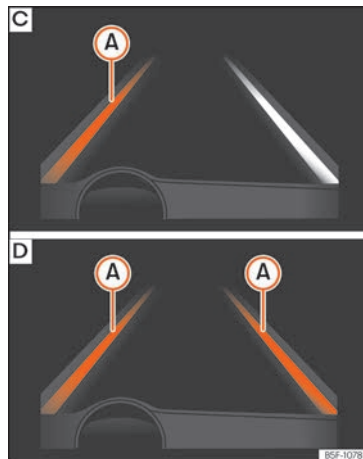

Fig. 268 En la pantalla del cuadro de instrumentos: indicación en la pantalla del sistema de aviso de salida del carril (ejemplo 2).
- El sistema está trabajando, la línea resaltada (A) indica que había riesgo de sobrepasar la línea de carril involuntariamente y está actuando sobre la dirección para corregir la trayectoria »» fig. 268 C.
- Las dos líneas resaltadas (A) se encienden a la vez cuando tenemos las dos líneas de carril reconocidas y la función de Guiado adaptativo en el carril está activada »» fig. 268 D.